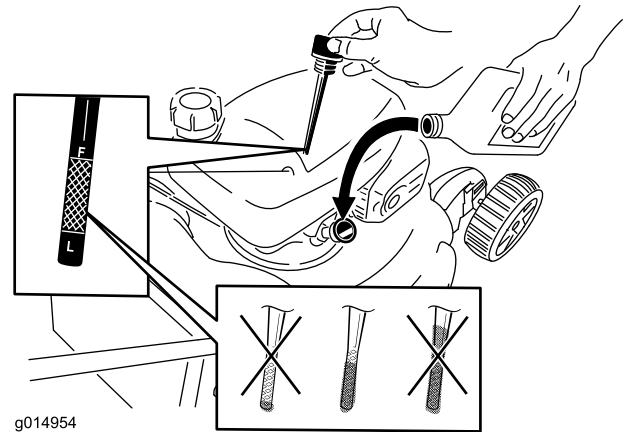

Figure 10
1. Retirez la jauge, essuyez-la sur un chiffon et remettez-la dans le tube de remplissage (Figure 10).
2. Sortez de nouveau la jauge et contrôlez le niveau d'huile (Figure 10). Si le niveau n'atteint pas le repère minimum (**Add**) sur la jauge, versez **lentement** suffisamment d'huile dans le tube de remplissage pour faire monter le niveau jusqu'au repère maximum (**Full**). **Ne remplissez pas excessivement.** (Remplissage max. : 0,55 l, type : **Huile automobile SAE 30** de classe de service API SL, SM ou supérieure. À défaut d'huile SAE 30, de l'huile SAE 10W30 peut être utilisée).